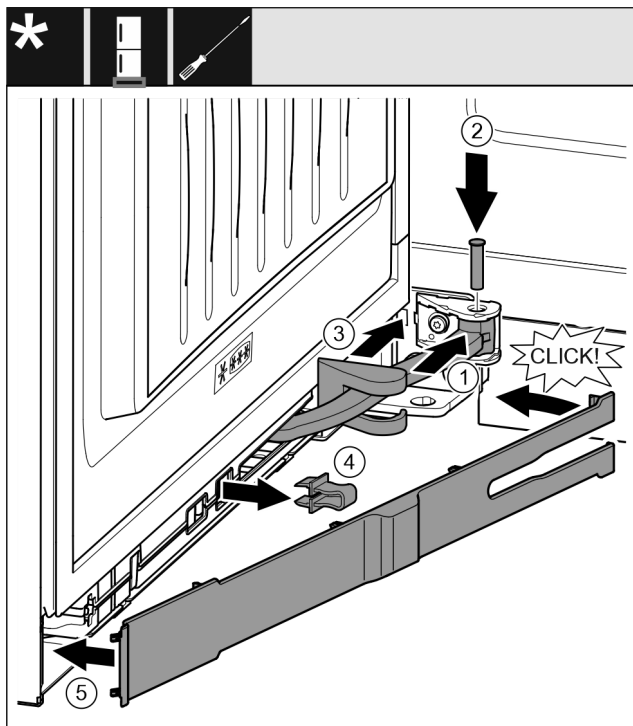

Fig. 69
- ▶ Otočte kĺb Fig. 69 (1) v závesu.
- ▶ Skrutkovačom nasadíte čap Fig. 69 (2) do závesu a kĺbu. Pritom dbajte na to, aby sa zaistovací doraz nachádzal správne v drážke.
- ▶ Posuňte kryt ložiskovej konzoly Fig. 69 (3) pozdĺž kĺbu a namontujte ho nad záves.
- ▶ Odoberte poistku Fig. 69 (4).
- ▶ Nasadte kryt Fig. 69 (5) na strane rukoväti a priklopte ho.